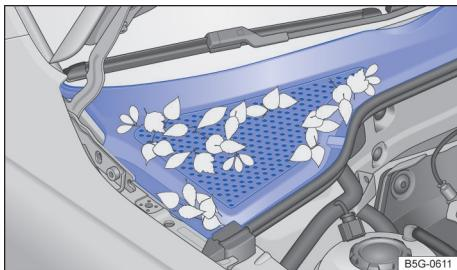

Fig. 194 Entre o compartimento do motor e o para-brisa: caixa de água (representação esquemática).
- A caixa coletora de água está localizada no compartimento do motor, entre o para-brisa e o motor e sob uma cobertura perfurada → Fig. 194. O ar ambiente é sugado da caixa coletora de água para o interior do veículo por meio do sistema de aquecimento e ventilação ou do ar-condicionado.